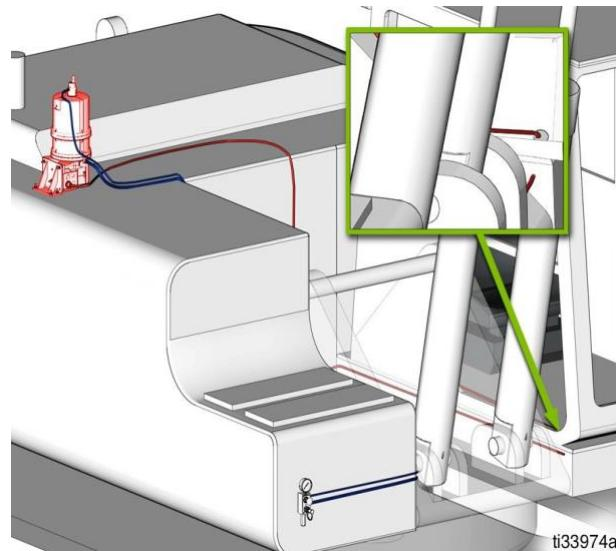

Рис. 13
- Наиболее предпочтительное место установки – плита настила вокруг кабины (Рис. 13). Плита настила не является элементом критической важности, и многие производители допускают вы сверливание отверстий в этой детали. Однако если такое место установки не подходит из соображений долговечности или нехватки места, определите альтернативное место установки рядом с кабиной, например, под лестницей, в отсеке двигателя или на раме.